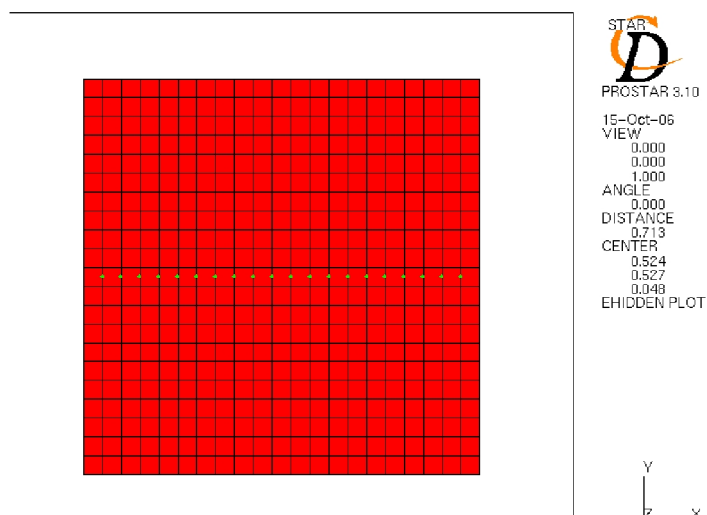

Рис. 10.17. Набор сенсоров
- Нажмите кнопку **Cell Plot** верхнего управляющего интерфейса окна PROSTAR для вывода набора сенсоров, показанных на рис. 10.17.